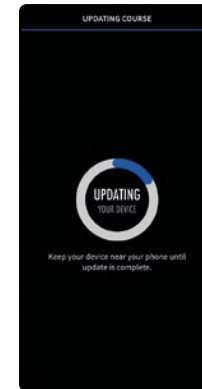

Abb.3 - Aktualisieren Ihres Geräts
4. Wählen Sie den Platz aus, den Sie aktualisieren möchten. Die App zeigt dann „Updating your device“ (Abb.3)